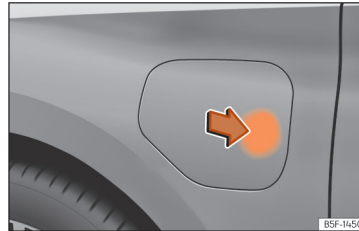

Abb. 56 Öffnung der Batterieladeflappe.
- Drücken Sie bei entriegeltem Fahrzeug auf den gekennzeichneten Bereich der Batterieladeflappe, um diese zu öffnen »» (Abb. 56).